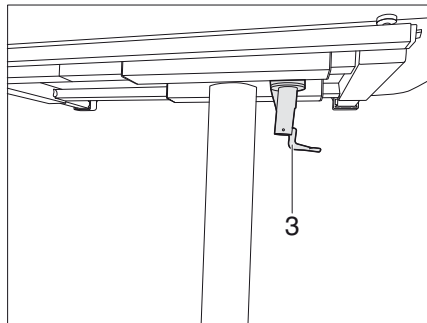

Bild 123 Lås fällbordet
- Vrid låsspaken (Bild 123,3) till höger. Lyftbordet är låst och kan inte längre förskjutas.